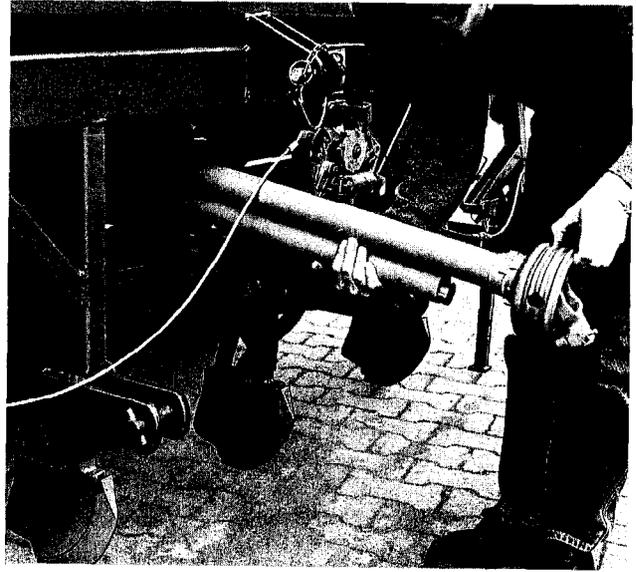

Fig. 17
1. Durch nebeneinanderhalten der beiden Gelenkwellenrohre (Fig. 17) ist zu prüfen, ob eine Schiebeprofilüberdeckung der Gelenkwellenrohre sowohl bei abgesenkter als auch bei ausgehobener Einzelkornsämaschine von mindestens 100 mm gewährleistet ist.